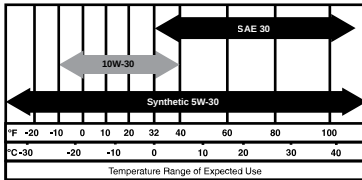

Figura 2-13. Aceite del motor recomendado
4. Consulte la Figura 2-13 Añada el aceite de motor recomendado tal y como se muestra en el siguiente gráfico.